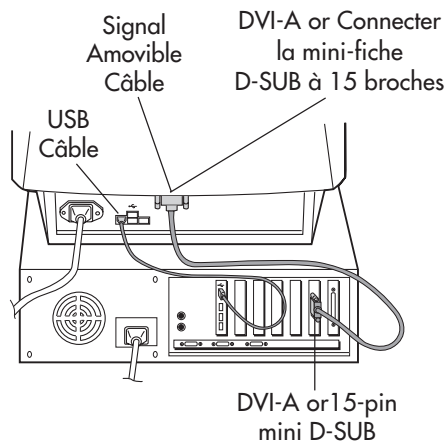

Figure A.1
3. Pour un PC avec sortie analogique : connecter le mini D-SUB à 15 broches vers le câble de signal DVI sur le connecteur de la carte d'affichage de votre système (**Figure A.1**).